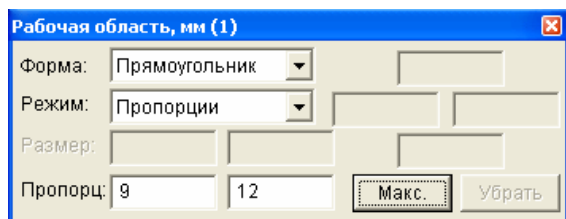

Рис. 3.3. Панель «Рабочая область».
* В программе Grave открыть панель «Рабочая область» командой меню «Окна/ Рабочая область» - см. Рис. 3.3.